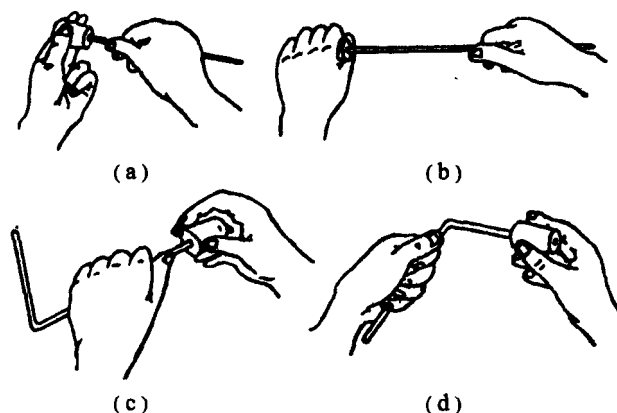

图 1-1 玻璃管与塞子连接时的操作方法
(1) 需要用玻璃管和塞子连接装置时，用力处不要离塞子太远，如图 1-1 中(a)和(c)所示。图 1-1 中(b)和(d)的操作是不正确的。尤其是插入温度计时，要特别小心。